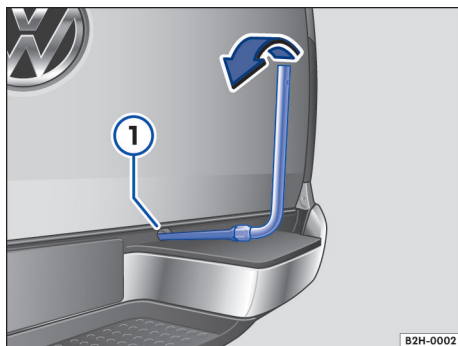

Fig. 187 Girar a roda sobressalente para baixo pelo guincho.
- Empurrar a chave de caixa das ferramentas de bordo sobre o parafuso de cabeça quadrada → Fig. 187 ① → ②.
- Girar a roda sobressalente ou a roda de emergência para fora do suporte na direção da seta → Fig. 187 até o batente. Nesse caso, é preciso vencer uma resistência. A resistência estará vencida quando soar um ruído “de estalo”.
- Introduzir a chave de caixa no parafuso de cabeça quadrada → Fig. 187 ⓘ.
- Girar a chave de roda levemente no sentido contrário à seta → Fig. 187.